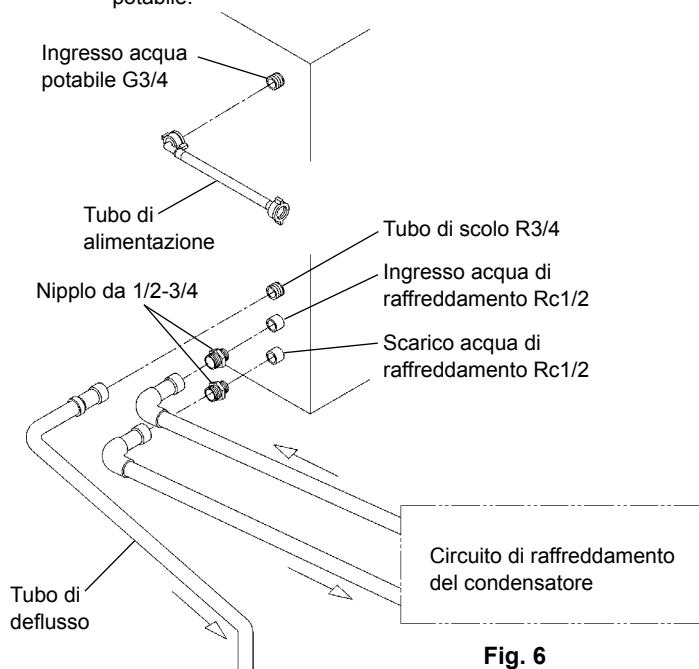

Fig. 6
- * La Hoshizaki raccomanda di collegare il condensatore a un sistema di raffreddamento a circuito chiuso con ricircolo servendosi di un raffreddatore a torre o equivalente (v. Fig. 6 e 7). La formazione d'acqua dovrebbe avvenire tramite un serbatoio di interruzione o una valvola a sfera.
[a] Collegamenti conformi alla normativa WRC in vigore nel Regno Unito (Fig. 6 e 7)
5) Collegare il circuito di raffreddamento del condensatore alle estremità libere dei nippli da 1/2-3/4 (Fig. 6) servendosi di un tubo rigido adatto. Utilizzare nastro in PTFE o altri sigillanti adatti per ottenere un'adeguata tenuta.